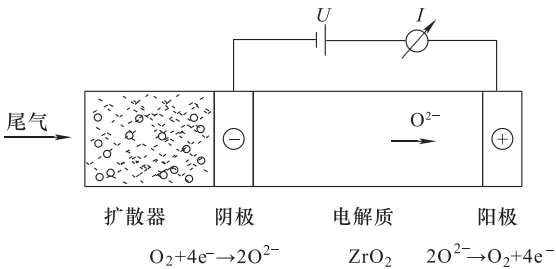

图 8-10 泵电池原理
(1) 二氧化锆泵电池 如果 ZrO_2 元件两端的试气浓度不均，就会导致 ZrO_2 两端产生微小电压，反过来，当在 ZrO_2 元件两端施加电压时，就会使氧气扩散。在宽域域传感器中，泵单元是将尾气中的氧气通过扩散栅渗透到电源负极，在负极氧气分子得到 4 个电子变成氧离子，阳离子在电离作用下在 ZrO_2 电解质中运动到正极，在正极中和掉 4 个电子，又还原成氧气，这就是泵单元的泵氧原理，如图 8-10 所示。